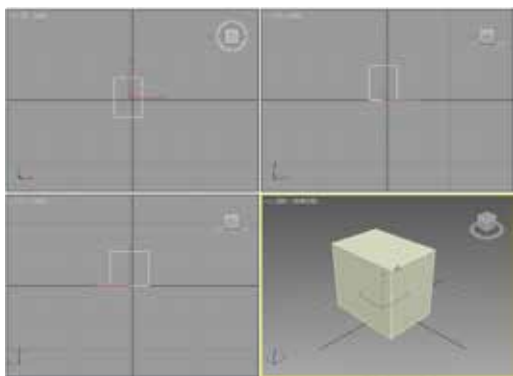

图 2-82 设置高度
STEP 02 释放鼠标左键并向上拖动鼠标，设置切角长方体的高度，然后单击确认高度，如图 2-82 所示。